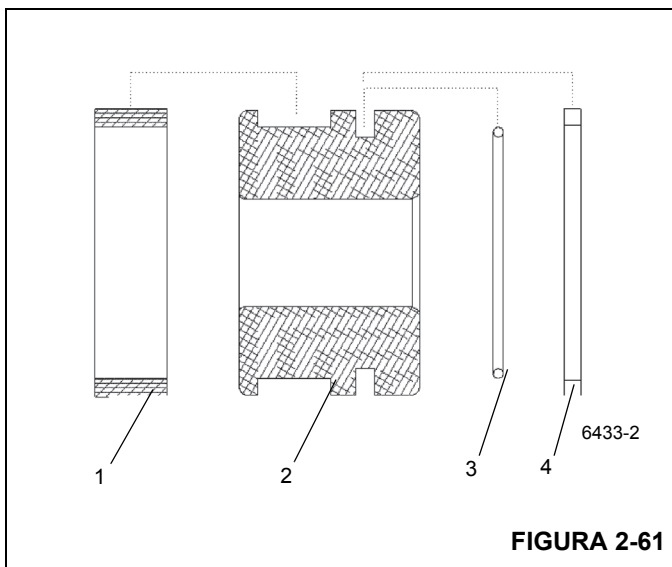

FIGURA 2-61
2. Instale as vedações do pistão (consulte a Figura 2-61) como mostrado a seguir: